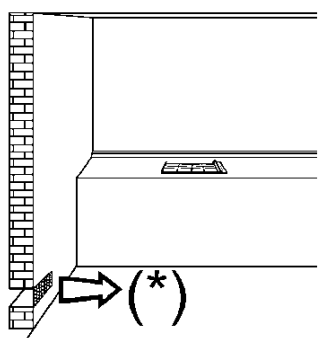
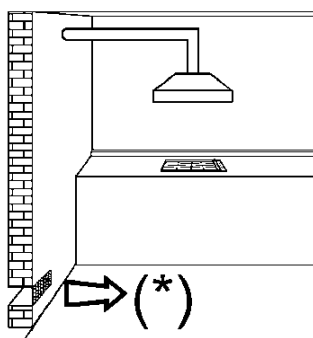
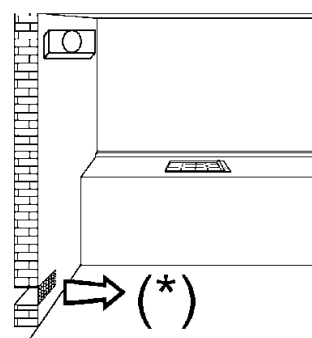

FIG. 3
FIG. 4
FIG. 5
- a utilização dum aparelho de cozinhar a gás produz calor e humidade no local onde está instalado, portanto, é necessário garantir uma boa ventilação do local, mantendo as aberturas da ventilação natural desobstruídas (fig. 3) e activando o dispositivo de ventilação mecânico (ver. fig. 4 e fig. 5).
Para que o aparelho funcione correctamente, é indispensável que o local de instalação seja permanentemente ventilado. A quantidade de ar necessária é a exigida pela combustão regular do gás e pela ventilação do local, cujo volume não poderá ser inferior a 20 m3. O ar deve entrar naturalmente por via directa através de aberturas permanentes, que atravessam a parede do local a ventilar, alcançando o lado exterior com uma secção mínima de 100 cm2 (veja fig. 3).
Os aparelhos para cozinhar a gás devem sempre libertar os produtos da combustão por meio de exaustão ligada a chaminés ou directamente ao exterior (veja fig. 4). Caso não exista a possibilidade de aplicação de exaustão, admite-se o uso de um ventilador eléctrico instalado na janela ou numa parede que dê para o exterior, o qual deverá funcionar junto com o aparelho (veja fig. 5), desde que a Norma em vigor em matéria de ventilação seja respeitada.